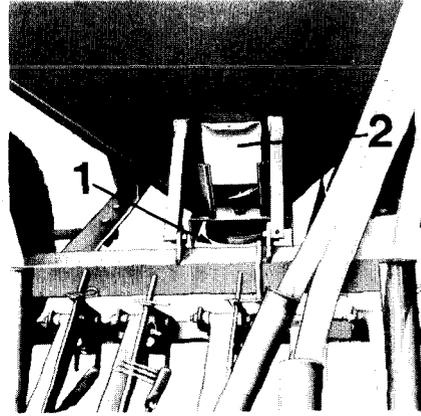

Abbildung 28
5. Aus dem Vorratsbehälter kann man das Saatgut entnehmen, indem man den Kunststoffschieber am hinteren unteren Behälter hochzieht (Abb. 28/2) und darunter (Abb. 28/1) einen Eimer zum Auffangen des restlichen Saatgutes stellt.